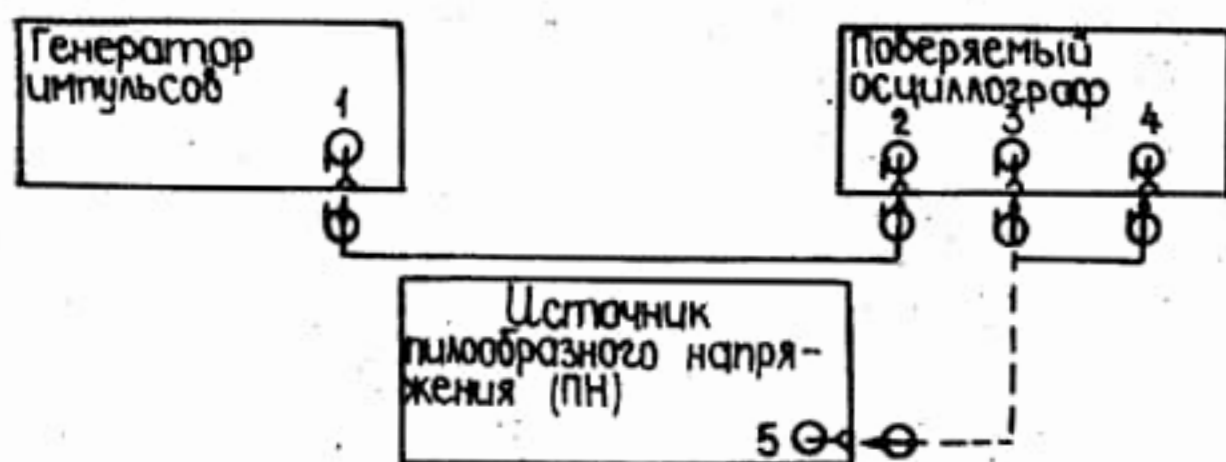

Рис. 18.
14.3.3.1. б) Ширину линии луча в горизонтальном направлении определяют методом косвенного измерения при помощи генератора импульсов Г5-53 и источника пилообразного напряжения (рис. 18).